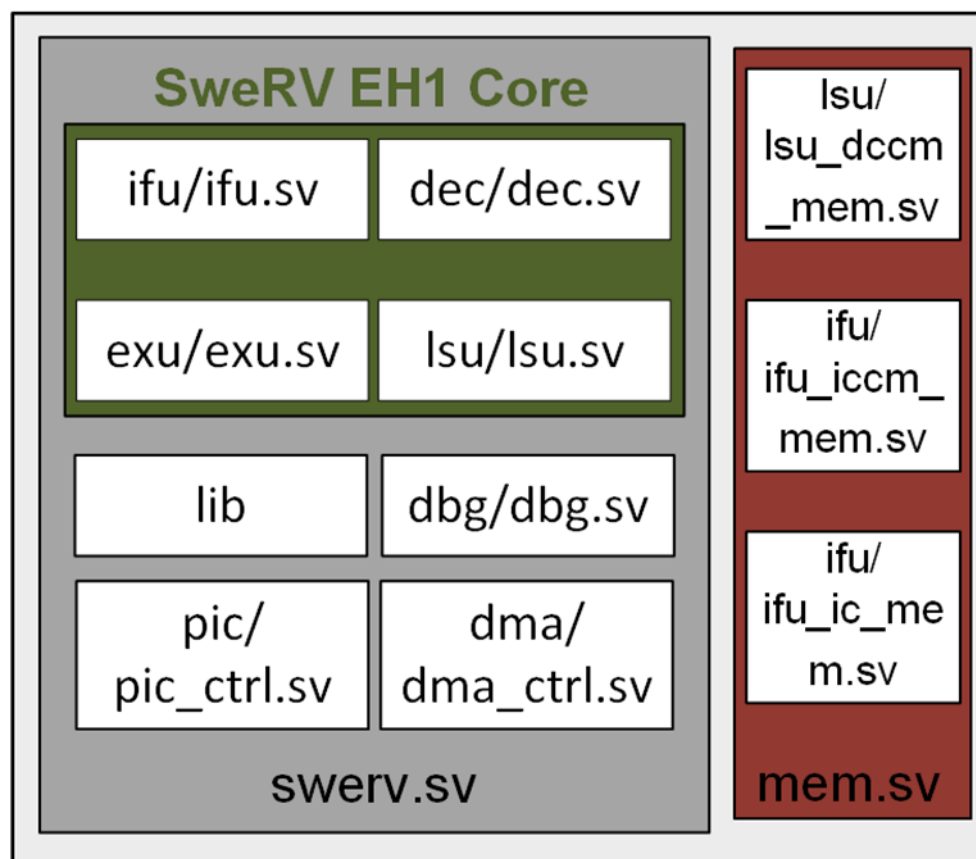

Figura 27. SweRV EH1 Core Complex
El archivo principal del SweRV EH1 Core Complex está en el archivo: *swerv_wrapper.sv*; el módulo superior se llama **swerv_wrapper**, y en él se instancian dos módulos que corresponden a los dos bloques resaltados en gris y rojo en la Figura 27:
El core SweRV EH1 (resaltado en verde en la Figura 27) consta de las siguientes cuatro unidades:
- **swerv_wrapper_dmi** (disponible dentro de *SweRVEh1CoreComplex/swerv_wrapper_dmi.v*): instancia (línea 407 de *swervolf_core.v*) del SweRV EH1 Core Complex de Western Digital, descrito en la sección anterior (Figura 27).